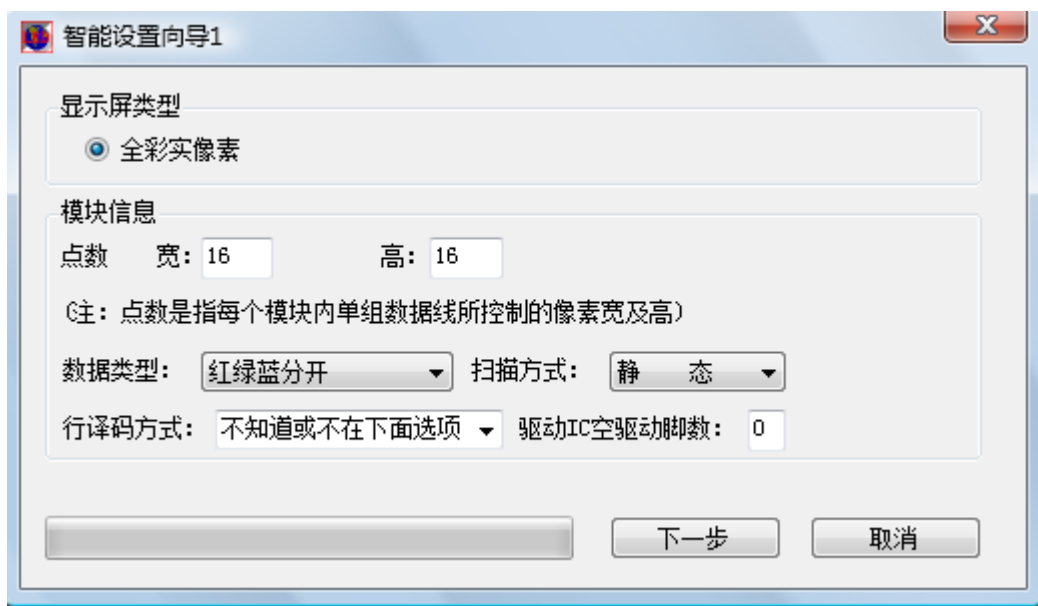
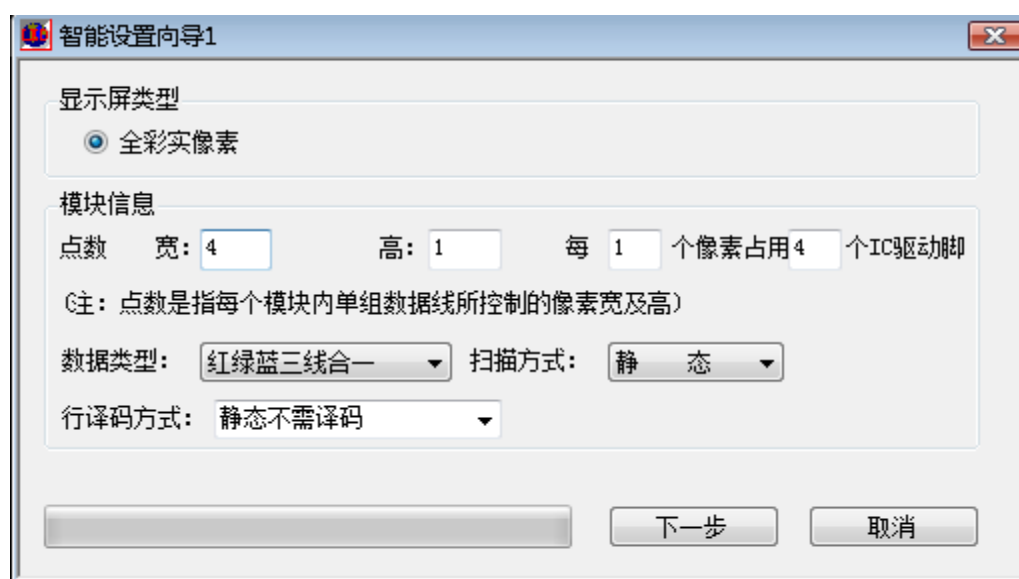

图 5
图 15
一：点击智能设置，进入智能设置向导 1，如下图 5。
- 1、 在显示屏种类栏（目前只有全彩实像素）。如图 5 所示。
1. 点击智能设置按钮，将进入智能向导 1 的设置，如图 5。其他设置有模组设置有相同含义，当选择 RGB 三线合一，就出现图 15 的画面，